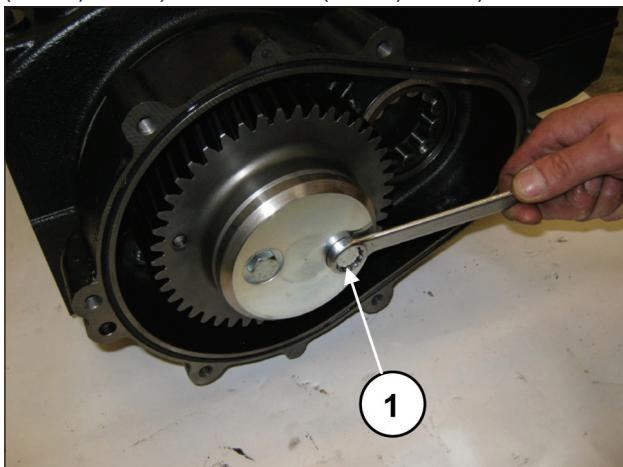
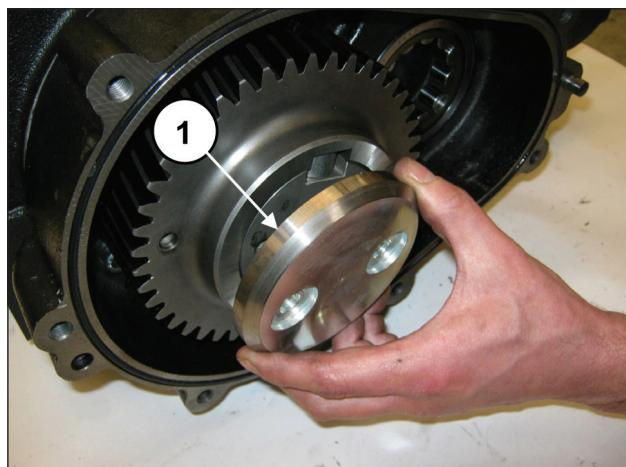

Рис. 12
Рис. 13
Открутите винты крепления фиксатора зубчатого колеса (поз. ①, Рис. 12) и снимите его (поз. ①, Рис. 13).